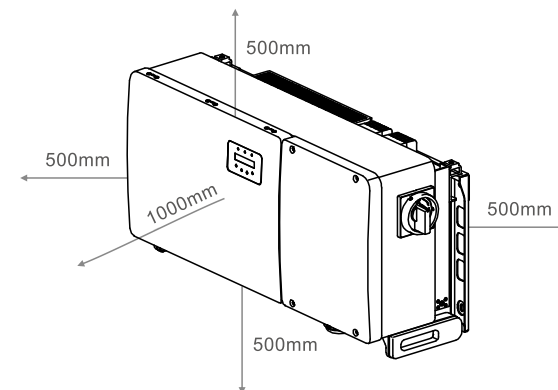

Figura 3.1 Distâncias necessárias entre inversores
- Se vários inversores forem instalados no local, deve ser mantida uma folga mínima de 500 mm entre cada inversor e todos os outros equipamentos montados. A parte inferior do inversor deve estar a pelo menos 500 mm acima do solo ou do piso (veja a Figura 3.1).